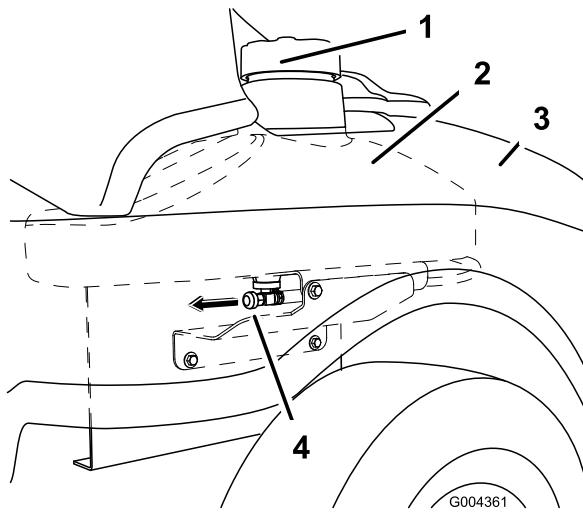

Bild 40
7. Öffnen Sie den Kraftstoffhahn. Lassen Sie den Kraftstoff in einen Benzinkanister oder ein Auffangwanne ablaufen (Bild 40).